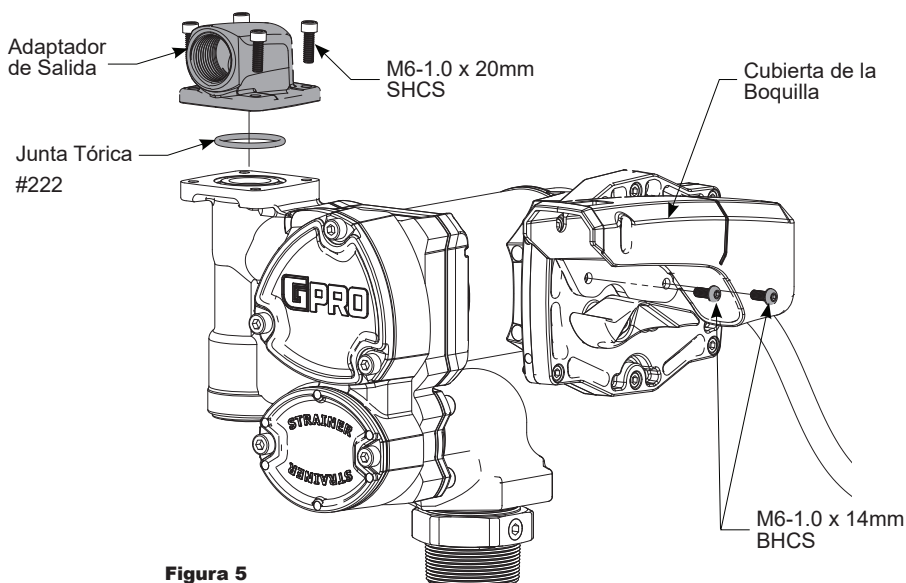

Figura 5
Con una llave hexagonal de 4 mm, instale la cubierta de la boquilla con (2) M6-1.0 x 14mm BHCS en el orificio inferior (consulte la Figura 5).
3. Con una llave hexagonal de 5 mm, instale los (4) M6-1.0 x 20mm SHCS en el adaptador de salida NPT de 1 pulg. en la dirección deseada en el puerto de salida (vea Figura 5).